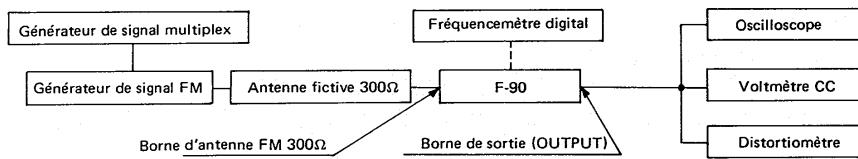

Fig. 11-3 Schéma de branchement pour le réglage FM multiplex
- Effectuer les branchements comme indiqué sur la Fig. 11-3.
- Placer le commutateur de modulation de fréquence (FM) sur marche (ON), le commutateur de limitation de fréquences moyennes FM (FM IF-BAND NARROW) sur arrêt, le commutateur MONO/SILENCIEUX/ARRÊT (MONO/MUTE/OFF) sur marche, et le commutateur de vérification de niveau d'enregistrement (REC LEVEL CHECK) sur arrêt.